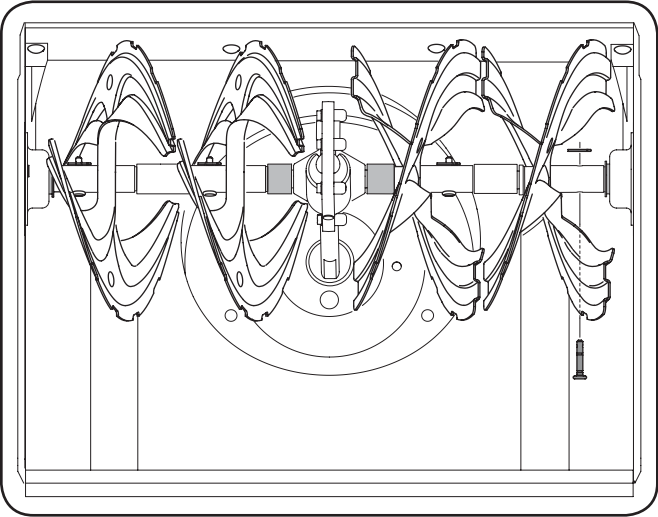

Fig. 6-3
Enlevez les goupilles de cisaillement sur l'arbre de la tarière, au moins une fois par saison. Vaporisez un lubrifiant à l'intérieur de l'arbre et autour des entretoises. Lubrifiez aussi les roulements à bride trouvés à chaque extrémité de l'arbre de la tarière. Voir la Fig. 6-3.
- 2. Remontez les nouveaux patins avec les boulons ordinaires (deux sur chaque côté) et les contre-écrous à embase. Voir la Fig. 6-3.